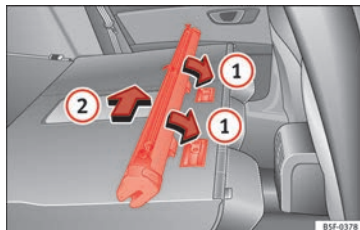

Fig. 173 Monter le filet de séparation sur le dossier de la banquette arrière.
- Placez la structure du filet sur les renforcements des rails de fixation dans le sens des flèches » fig. 173 ①.
- Poussez la structure vers le côté gauche du véhicule dans le sens de la flèche » fig. 173 ② et jusqu'à la butée.
- Tirez la structure du filet de 5 cm environ dans le sens contraire à celui de la flèche » fig. 173 ②.
- Retirez la structure du rail de maintien en tirant dans le sens contraire à celui des flèches » fig. 173 ①.